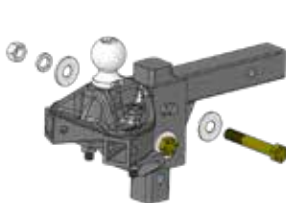

Figure 4
4. Utilisez les boulons de $\frac{3}{8}$ po, les rondelles plates, les rondelles de verrouillage et les écrous pour fixer la tête à la bonne hauteur sur la barre d'attelage. Serrez les écrous à la main. (Figure 4)